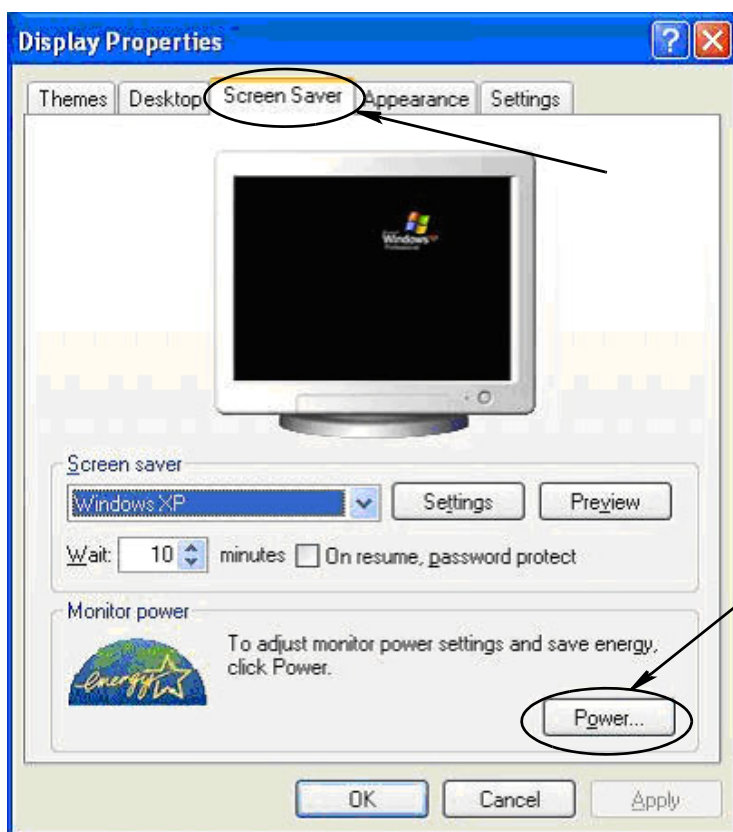

Рис. 30
2. Появится окно со свойствами. Откройте вкладку «Заставка». В нижней части окна «Энергосбережение» выберите кнопку «Питание» (Рис. 30).